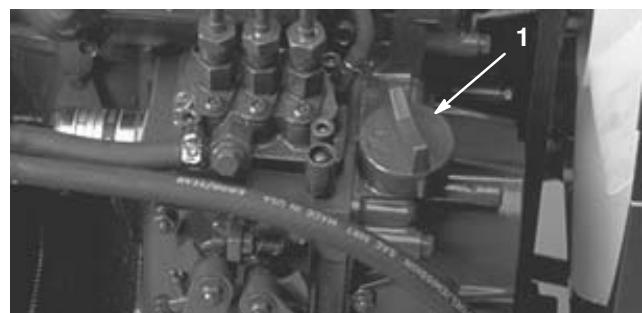

Bild 11
3. Entfernen Sie bei niedrigem Ölstand den Ölfülldeckel (Bild 11), gießen langsam kleinere Ölmengen ein und prüfen den Stand regelmäßig, bis die VOLL-Marke am Peilstab erreicht wird.